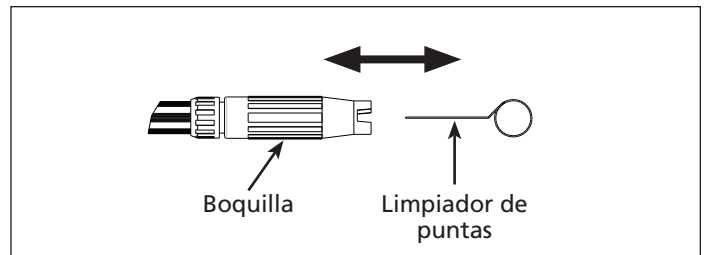

Figura 19
- Usando el limpiador de puntas que se incluye, o un sujetador de papeles desdoblado, introduzca el alambre en el orificio de la boquilla y muévalo hacia adelante y hacia atrás hasta quitar la obstrucción (vea la figura 19).